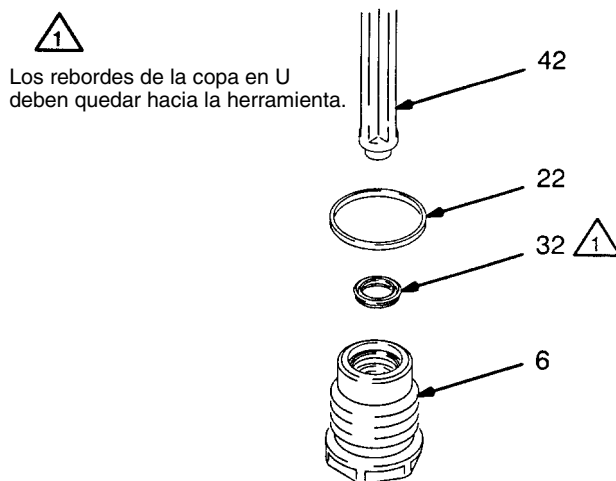

Fig. 12
- Retirar la junta de la copa en U (32) de la tuerca de ajuste de fluido (6). Ver Fig. 12. Tener cuidado de no dañar la superficie de la junta o las roscas internas de la tuerca.
- Colocar la nueva junta de la copa en U (32) con la herramienta de instalación de juntas (42) con los rebordes de la copa en U hacia la herramienta, tal como se muestra en la Fig. 12. De esta manera se contribuye a aplicar una presión uniforme sobre los rebordes de la copa en U y a evitar dañarlos.
- Empujar la junta de la copa en U (32) en la tuerca de ajuste de fluido (6) hasta que se sienta un encaje definitivo.
- Colocar el nuevo aro de empaquetadura (22).